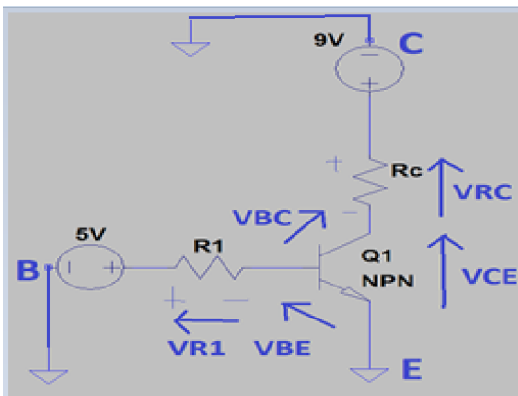

Imagen 4.4.
Si trabaja en **saturación** I_C va a ser = a V_{CC}/R_C (ya que $V_{CE} = 0$ aproximadamente; al medirlo luego de armar el circuito nos dio 0,4V, lo cual es correcto). En este modo de funcionamiento el transistor no ejerce ningún control sobre la corriente de salida y funciona como una llave CERRADA. Así, el circuito que queremos inicialmente es el ilustrado en la **Imagen 4.4** (Donde R_C es el ventilador, y R_1 es la resistencia que calculamos más abajo para la Base).
Así, volviendo a nuestro circuito (**Imagen 4.4**); y sabiendo que VCE(sat.)=0,2V y VBE=0,7V; con el valor de Bf (20) e IC (170mA), calculamos nuestra IB: